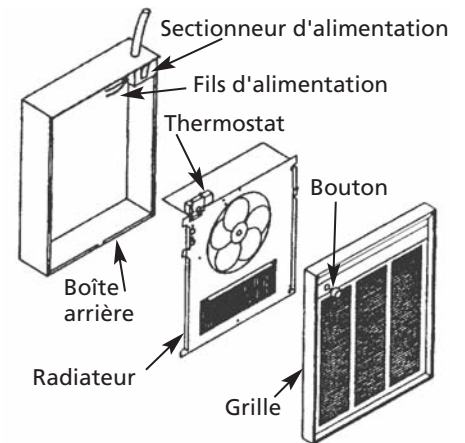

Figure 5
Une fois la boîte arrière entièrement installée et qu'aucune autre poussière de construction supplémentaire n'est prévue, enlever les débris de la boîte arrière, retirer le radiateur de son emballage de carton et consulter la Figure 5 pour continuer :
2. Enlever la grille (Figure 5, page 3) et placer le sectionneur d'alimentation à la position d'arrêt (OFF).